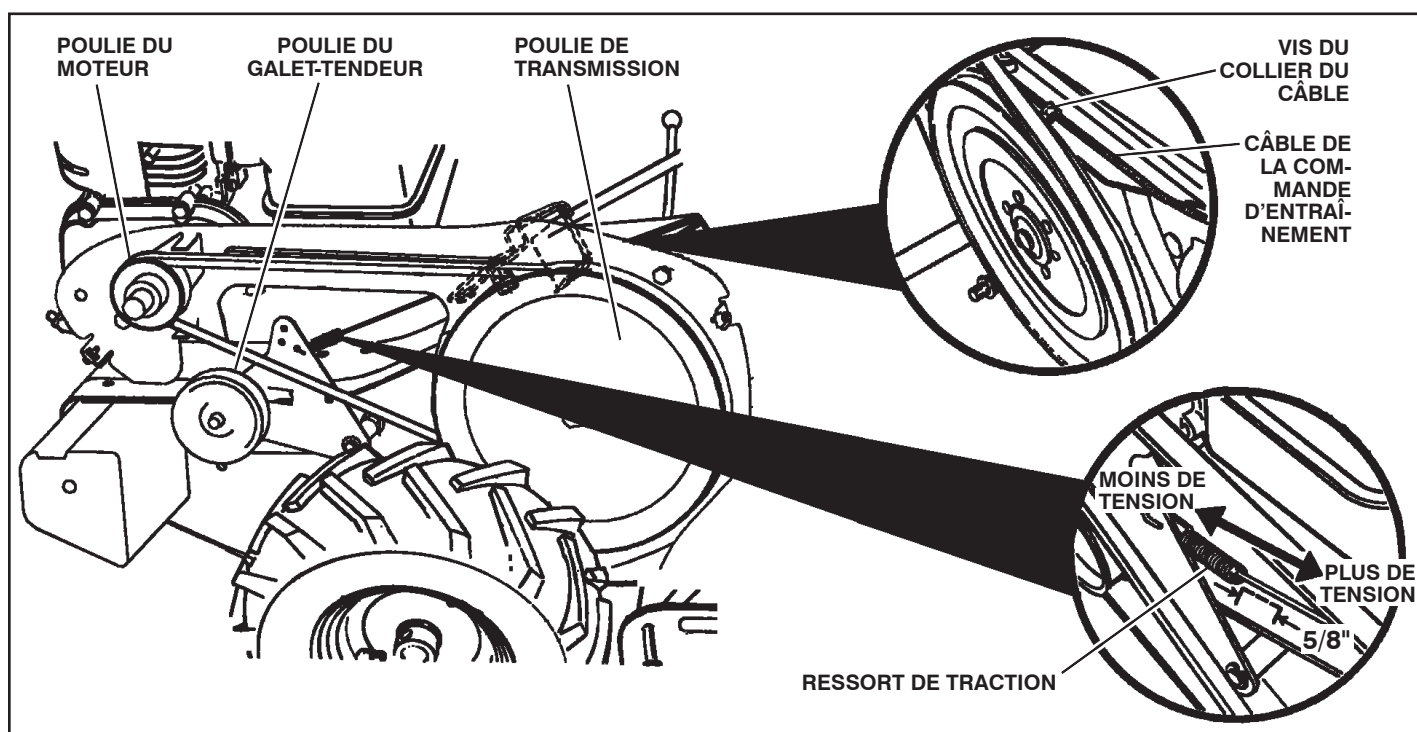

Fig. 26
RÉGLER LA COURROIE D'ENTRAÎNEMENT À TERRE (Voir la fig. 26)
- Les nouvelles fraises devraient être montées comme illustré dans la figure 26. Les bords de fraise aiguisés tourneront en arrière à partir d'en haut.